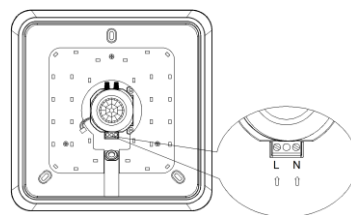

Abb.2
3. Schließen Sie die Leitungen an die Klemmen an (L-Phase, N-Neutralleiter) (Abb. 2)